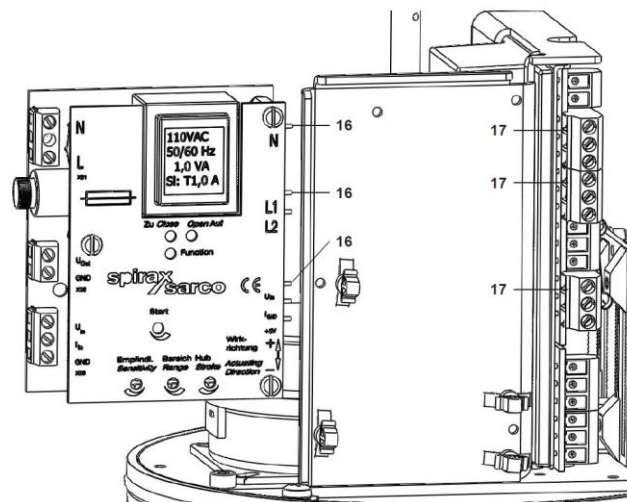

Fig. 10
3.4. Montage van de klepstandstellerkaart (Fig. 10)